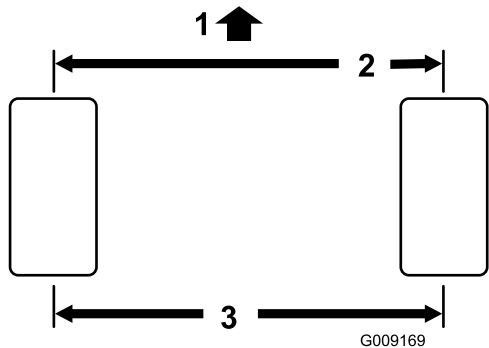

Bild 114
- Messen Sie den Abstand vorne und hinten an den Lenkreifen Mitte-zu-Mitte (auf Achshöhe) (Bild 114).